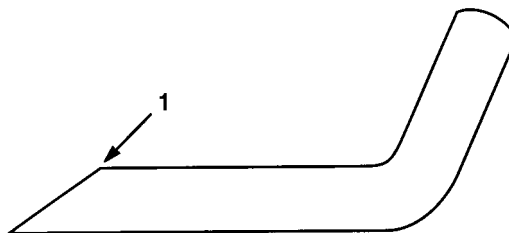

Fig. 15
3. Undersøk eggene på alle knivene. Kvesse knivene hvis nødvendig. Du må bare kvesse toppen av eggen og kvesse i samme vinkel for å sikre at kniven holder seg kvass (fig. 15). Kniven holder seg i balanse hvis like mye metall fjernes fra begge egger.